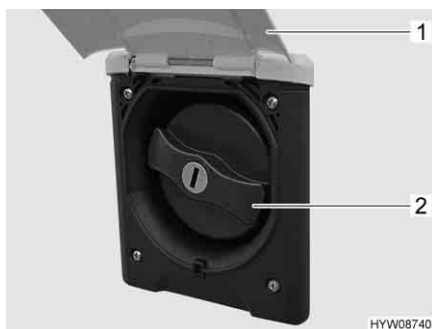

Fig. 208 Coperchio per bocchettone di riempimento dell'acqua potabile
- Sollevare lo sportello esterno (Fig. 208,1).
- Ruotare il coperchio blu (Fig. 208,2) di un quarto di giro.